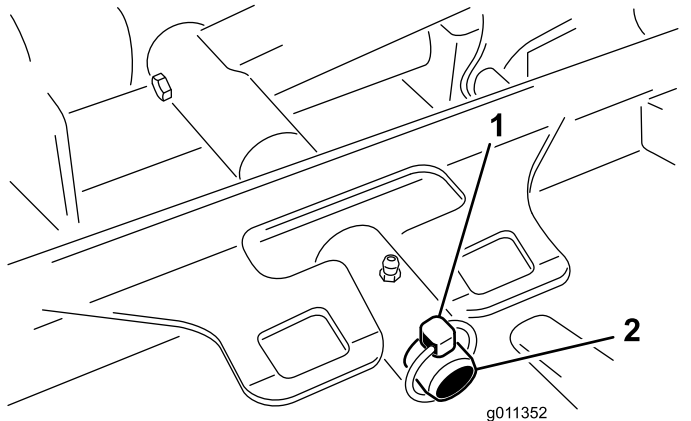

Bild 70
2. Entfernen Sie den Klappstecker oder die Befestigungsmutter (nur Modell 30874), mit dem bzw. der der Mähwerkträgerahmen am Lagerbolzen des Hubarms befestigt ist (Bild 70).
2. Schieben Sie den Trägerahmen des Mähwerks auf den Lagerbolzen des Hubarms (Bild 70). Befestigen Sie das Mähwerk mit dem Klappstecker (oder der Befestigungsmutter, Modell 30874) am Lagerbolzen.